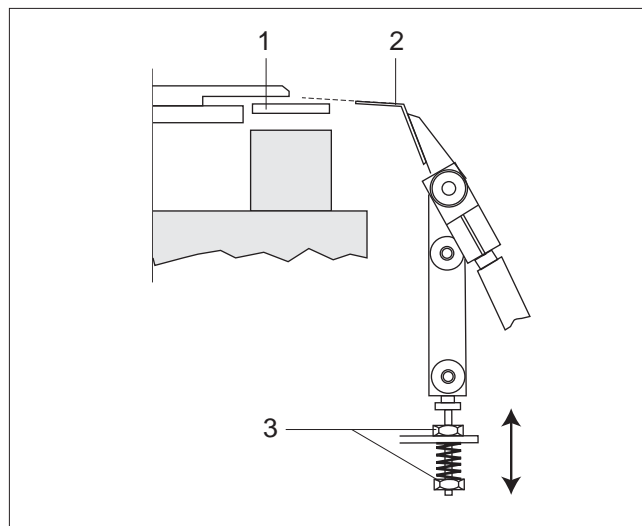

Fig. 13
- Tourner (par un trou dans la paroi latérale) l'embrayage dans le sens de la flèche avec une longue clé mâle coudée pour vis à six pans creux jusqu'à ce que l'élément de chauffage soit dans la position indiquée dans la fig. 13.